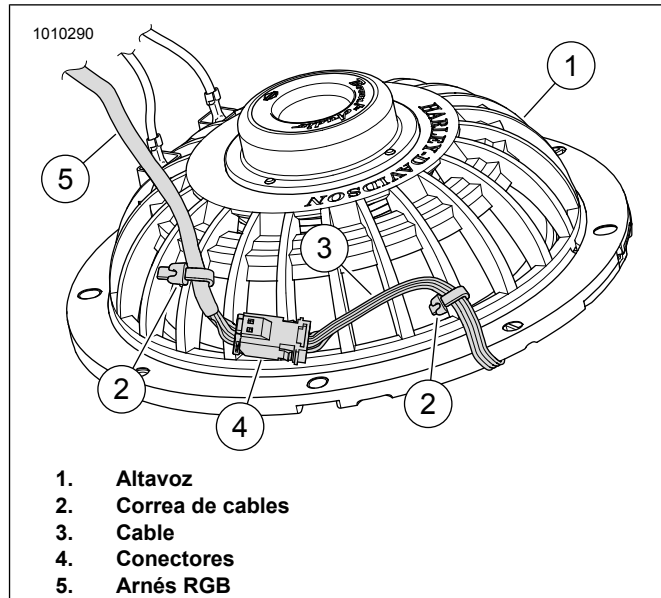

Figura 12. Parte trasera del altavoz, cable y amarre de cables
- a. Consulte la Figura 12. Una los conectores (4) del motor de la luz al arnés RGB.
- b. Pase el cable del motor de la luz (3) a lo largo de la parte trasera del altavoz (1) como se muestra. Para estabilizar los conectores (4), asegure el cable del motor de la luz (3) y el arnés RGB (5) con correas de cables (2) como se muestra.